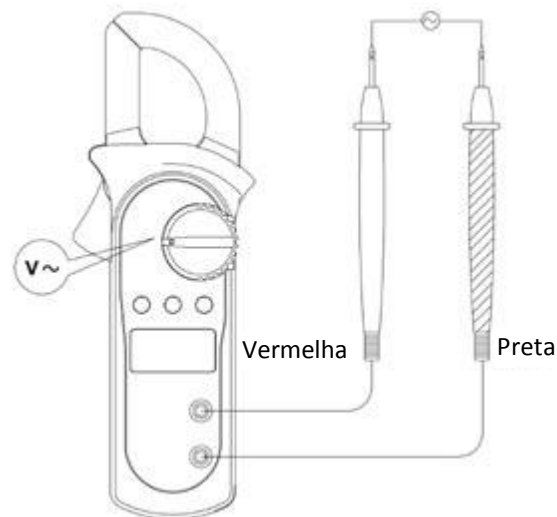

Figura 4
B. Medição de Voltagem AC (ver figura 4)**⚠ Aviso**